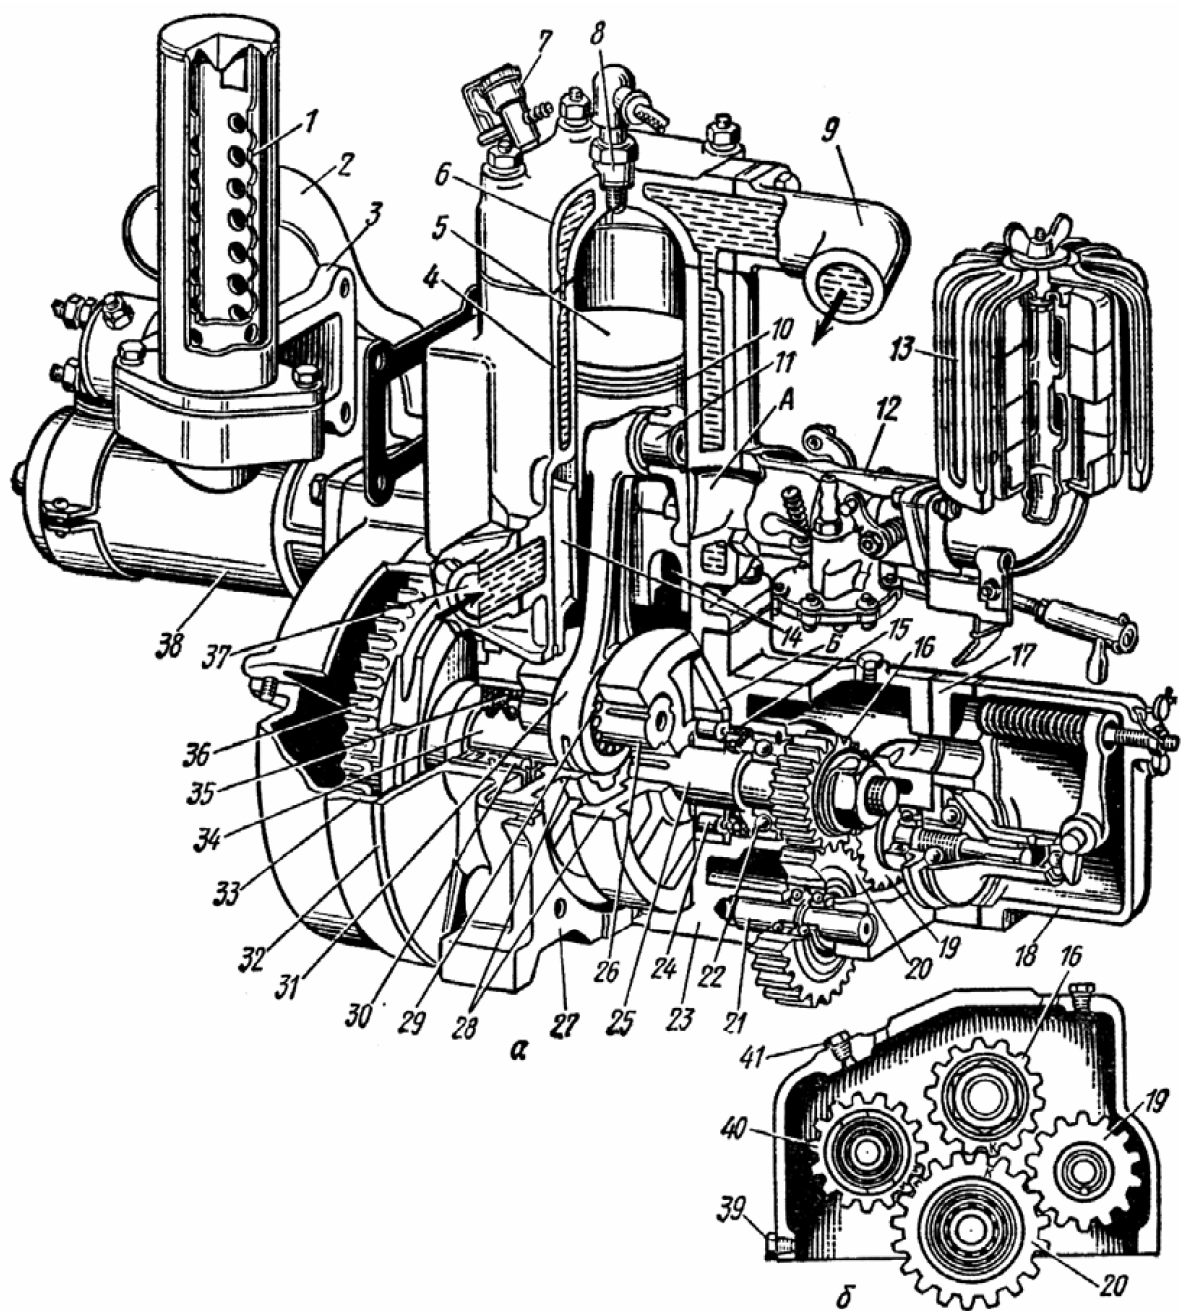

Рис. 2.12. Пусковой двигатель П-10УД (а) и схема расположения шестерен (б):
2. Изучите (по плакату и рис. 2.12) работу двухтактного карбюраторного пускового двигателя. При изучении одновременно рассматривайте процессы, происходящие как над поршнем (в цилиндре двигателя), так и под поршнем (в кривошипной камере). Найдите на плакате детали основных частей двигателя: